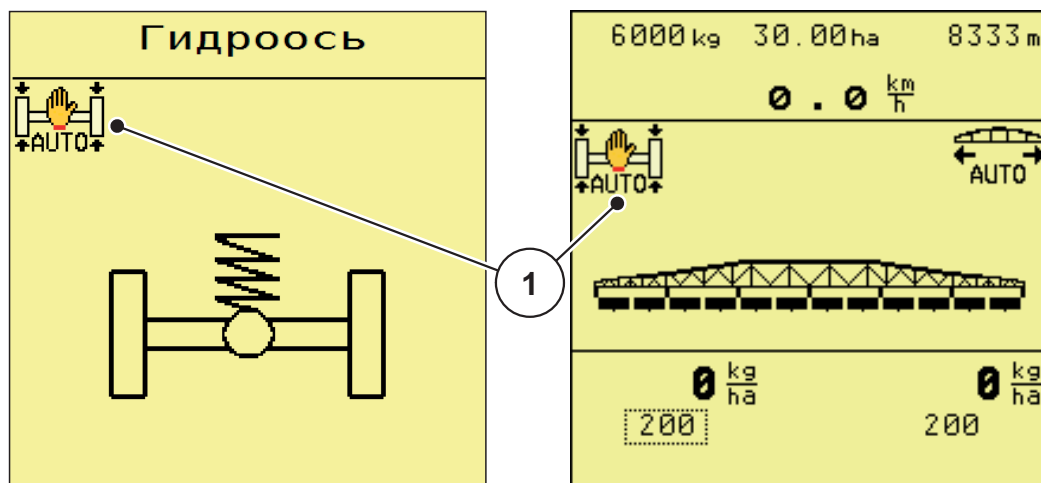

Рисунок 6.14: Символ, показывающий, что работа подвески в автоматическом режиме активирована, в меню «Гидроось» (слева) и на рабочем экране (справа)
- ▶ Проследите за тем, чтобы гидравлическая система трактора и блок управления были включены. (см. Рис. 6.14).